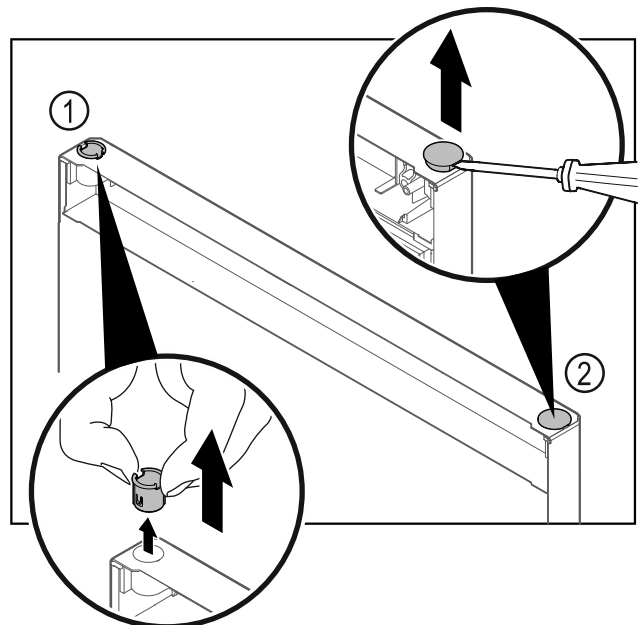

Fig. 27 Porta del vano frigorifero
- Estrarre la boccola cerniera Fig. 27 (1) con le dita.
- Con un cacciavite a testa a intaglio sollevare con cautela il tappo Fig. 27 (2) ed estrarlo.